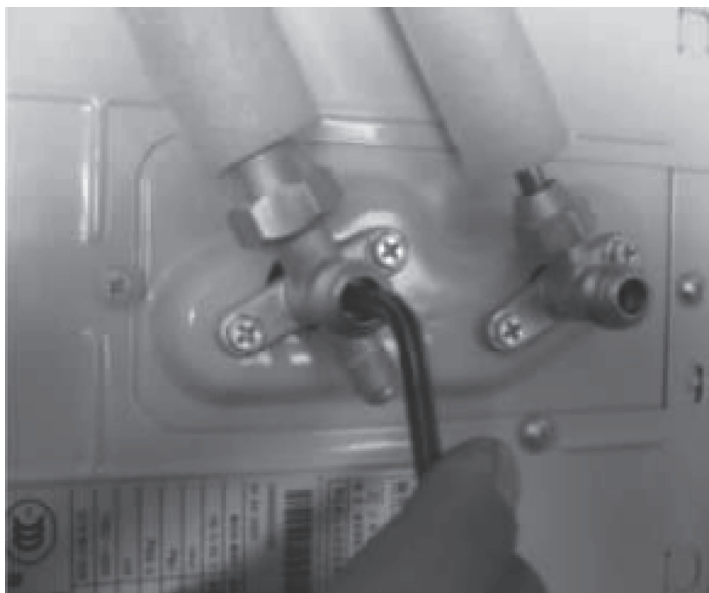

图 3-50 关闭低压截止阀
3) 回收结束后，用内六角扳手向右旋低压截止阀，使低压截止阀关闭，如图 3-50 所示。